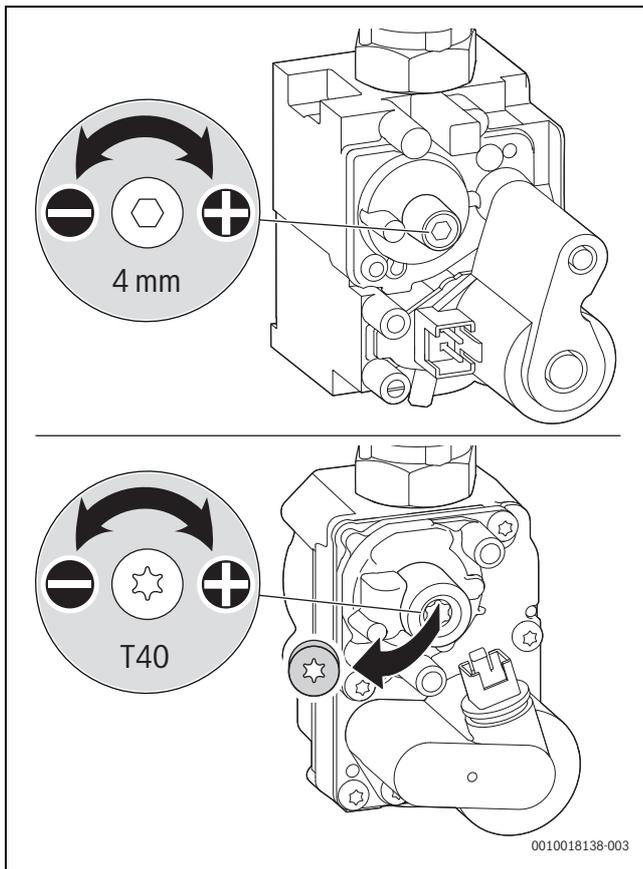

Bild 76 CO₂- oder O₂-Gehalt einstellen
- ▶ Plombe an der Einstellschraube der Gasarmatur entfernen (nur bei der Gasarmatur in Bild 76) und CO₂- oder O₂-Gehalt für minimale Nennwärmeleistung einstellen.